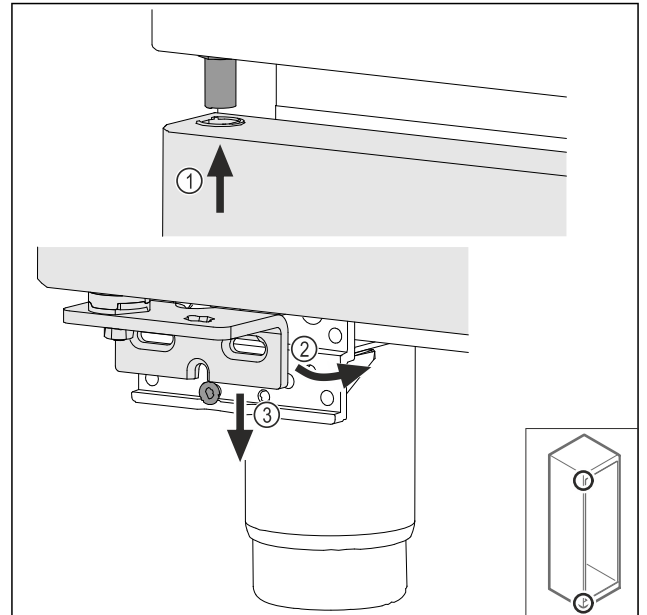

Fig. 45
- ▶ Introducir la puerta ligeramente inclinada en la parte superior Fig. 45 (1), alinear la puerta para que quede recta Fig. 45 (2) y colocarla en la parte inferior del tornillo de soporte de cojinetes Fig. 45 (3).